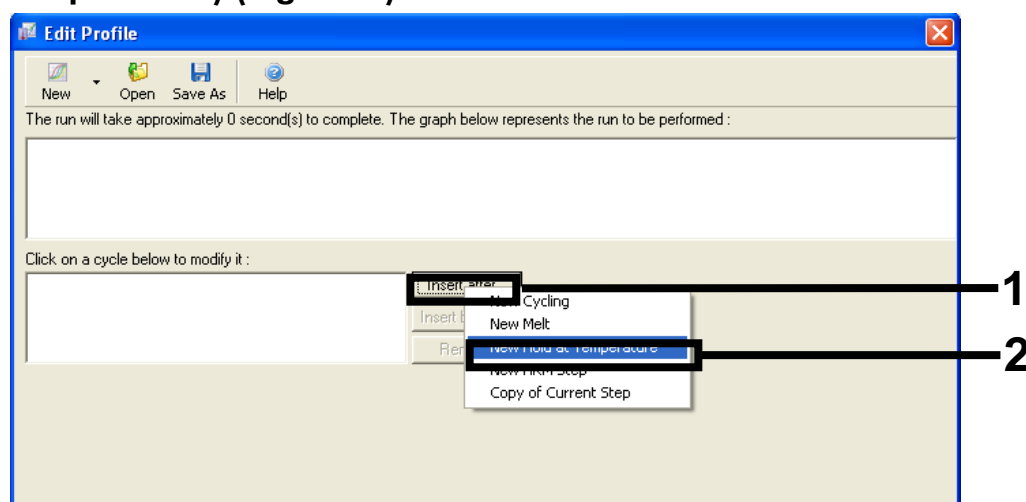

Figura 4. Fase di incubazione iniziale a 95°C.
Attivazione iniziale dell'enzima hot-start	Figura 4
7. Fare clic sul pulsante “Insert after” (Inserisci dopo), quindi selezionare *New Hold at Temperature* (Nuova sospensione alla temperatura) (Figura 4).